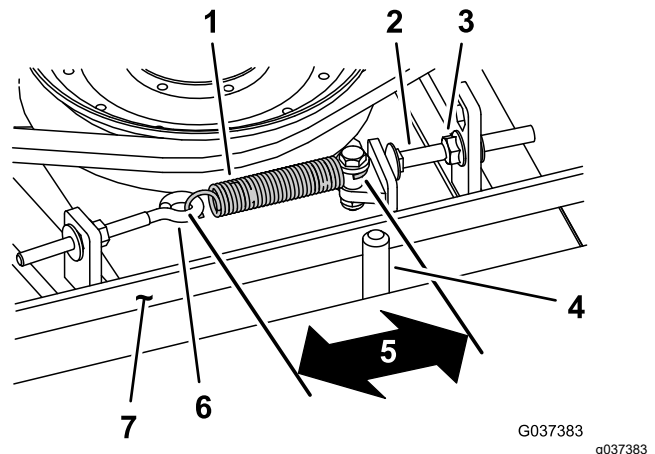

Bild 80
Bei richtiger Spannung sollte die Messung innen an der Verlängerungsfeder (Haken zu Haken) ungefähr $8,3 \text{ cm} \pm 9,5 \text{ cm}$ betragen. Wenn die Federspannung richtig ist, stellen Sie die Anschlagsschraube (Schlossschraube) ein, bis der Abstand zwischen dem Schraubenkopf und dem Spannarm ungefähr 2-5 mm beträgt (Bild 80).
Hinweis: Achten Sie darauf, dass der Riemen auf der Federseite der Riemenführung positioniert ist (Bild 80).
2. Lösen Sie den Augenbolzen, um die Verlängerungsfeder abzunehmen (Bild 80).
3. Lösen Sie die Bundmutter, mit der die Anschlagsschraube an der Befestigungsnase befestigt ist, und schieben Sie die Spannscheibe vom Riemen weg, um die Riemenspannung zu lösen (Bild 80).
9. Setzen Sie die Verlängerungsfeder (Bild 80) wieder in den Augenbolzen ein und spannen Sie den Riemen wie folgt: